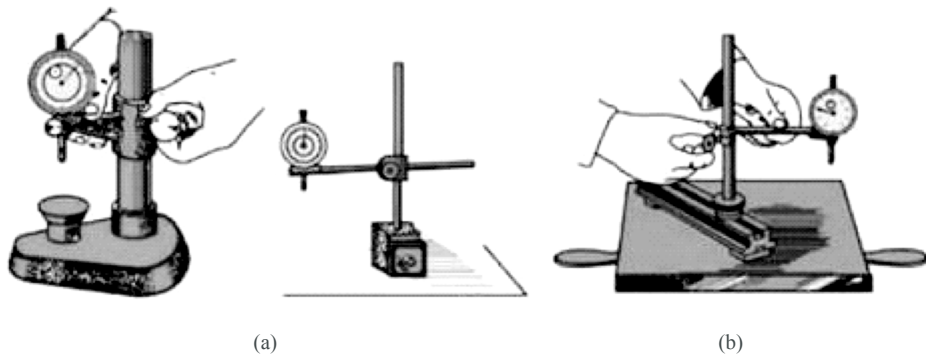

图 1-7 百分表表架
(1)百分表的使用。百分表常装在表架上使用,如图 1-7 所示。